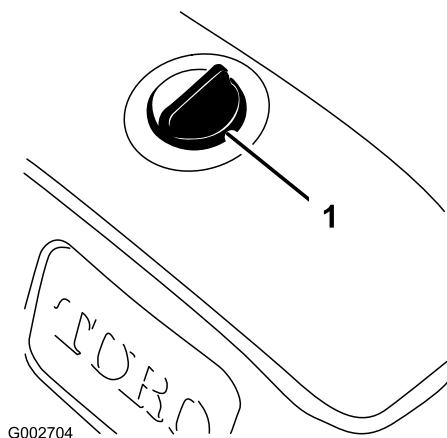

Рисунок 42
3. Очистите область вокруг крышки гидравлического бака, чтобы исключить попадание мусора в бак (Рисунок 42).